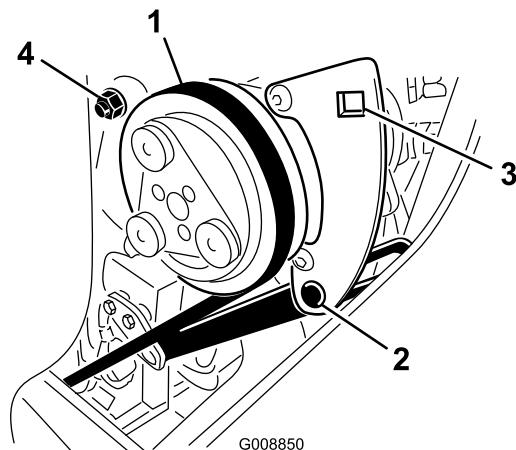

図 79
1. コンプレッサのピボットボルトと調整ボルトをゆるめる (図 79)。
2. コンプレッサのブラケットの四角い穴にトルクレンチを差し込む (図 79)。